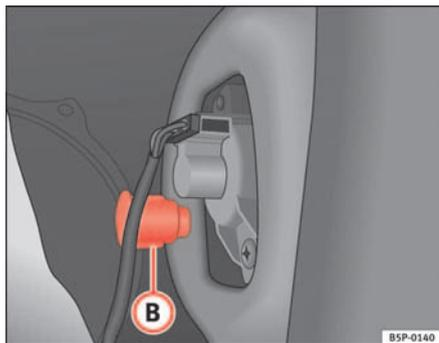

Fig. 182 Feu de position/feu de stop
- Dévissez la pièce en plastique ⇒ fig. 182 **B** qui fixe le feu. Pour commencer à la dévisser, il peut être nécessaire d'insérer un tournevis dans cette pièce.